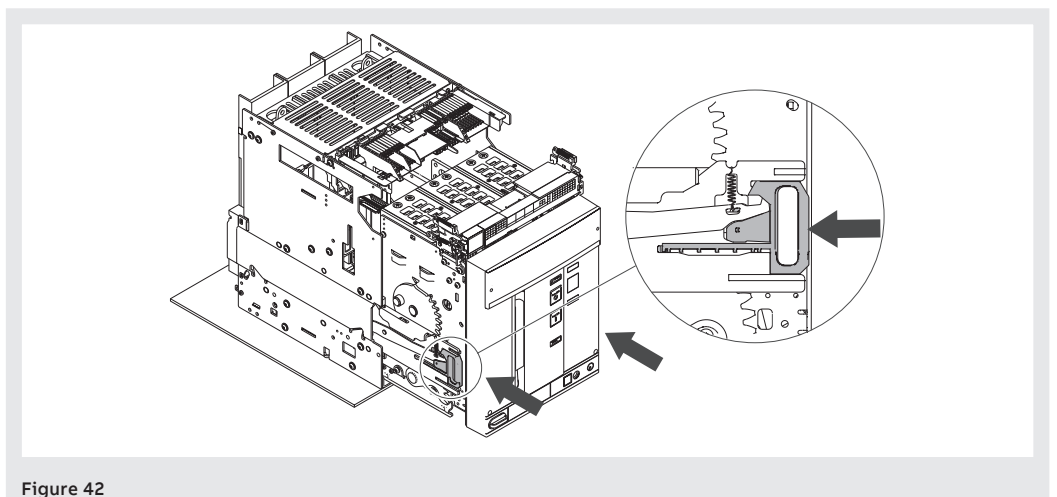

Figure 42
7. Saisir les leviers des glissières de la partie fixe et les pousser jusqu'à ce que la partie mobile arrive en butée. Voir Figure 42.